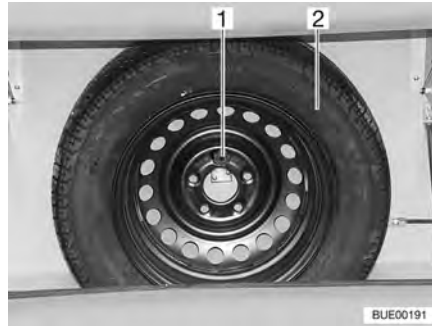

Fig. 222 Supporto per la ruota di scorta
Il supporto per la ruota di scorta è fissato nel vano portabombole. La ruota di scorta (Fig. 222,2) è disponibile con sovrapprezzo.
- Svitare il bullone (Fig. 222,1).
- Prelevare la ruota di scorta (Fig. 222,2).